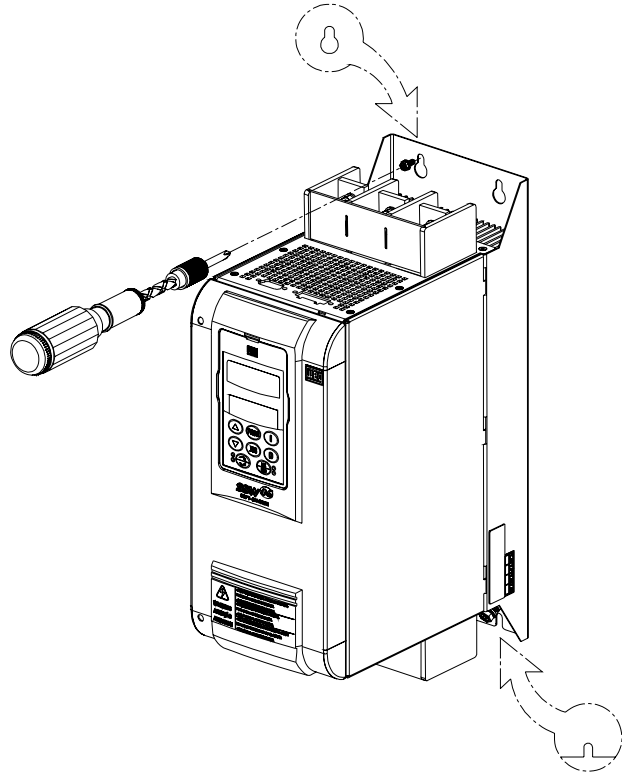

**Figura 3.3 - Dimensional para SSW-06**
- ☑ Dimensões externas, furos para fixação etc, ver Figura 3.3;
Dimensões externas, furos para fixação etc., ver Figura 3.3;